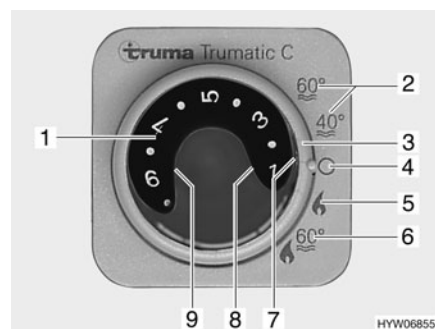

Fig. 150 Unité de commande pour chauffage/chauffe-eau
- Régler le mode de régime à l'aide de l'interrupteur tournant (Fig. 150,3).
Le chauffage règle le degré d'allumage automatiquement en fonction de la température ambiante requise. Une fois que la température ambiante désirée est atteinte, le brûleur s'éteint. La température intérieure est mesurée avec la sonde de température qui se trouve à côté du panneau de contrôle. En mode "Chauffage et chauffe-eau" (Fig. 150,6) l'eau est également chauffée dans le chauffe-eau. Il est possible de faire fonctionner le chauffage en mode "Chauffage sans chauffe-eau" (Fig. 150,5) et le chauffe-eau vide.
- Régler le bouton tournant de température (Fig. 150,1) de l'unité de commande sur la température de chauffage désirée.
- Régler l'interrupteur tournant (Fig. 150,3) en régime hiver "Chauffage sans chauffe-eau" (Fig. 150,5) ou en régime hiver "Chauffage et chauffe-eau" (Fig. 150,6).
Le voyant de contrôle vert (Fig. 150,7) s'allume.
- Régler l'interrupteur tournant (Fig. 150,3) sur "O" (Fig. 150,4).
La combinaison régime au gaz et régime électrique 230 V permet de raccourcir la période de chauffage (uniquement possible lorsque le chauffage sur l'unité de commande (Fig. 150) est réglé sur régime hiver).